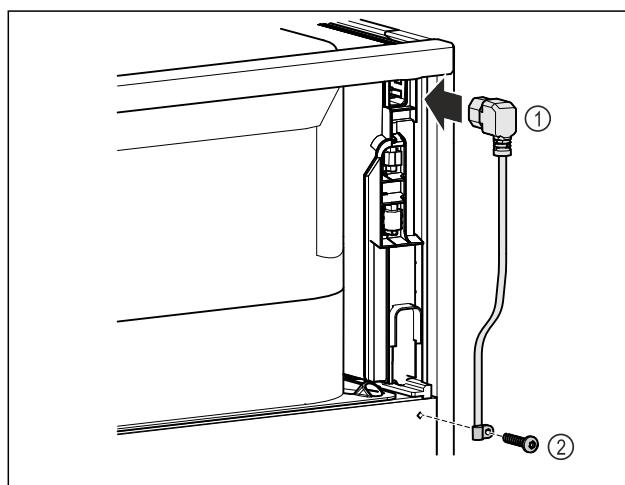

Fig. 11
- ▶ Dugja be a hálózati csatlakozóvezeték csatlakozóját a Fig. 11 (1) a készülék hátoldalába.
- ▶ Szerelje fel a tehermentesítőt. Fig. 11 (2)